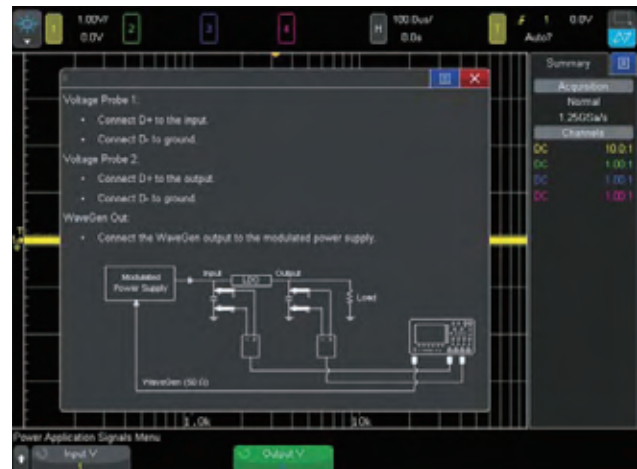

图 36: Signals 菜单中的 PSRR 连接图。
4. 通过求和网络, 连接 WaveGen 输出 (使用 Agilent 4000 X 系列示波器时仅连接 Gen 输出 1) 和被测器件的直流输入源, 如图 36 的连接图所示。